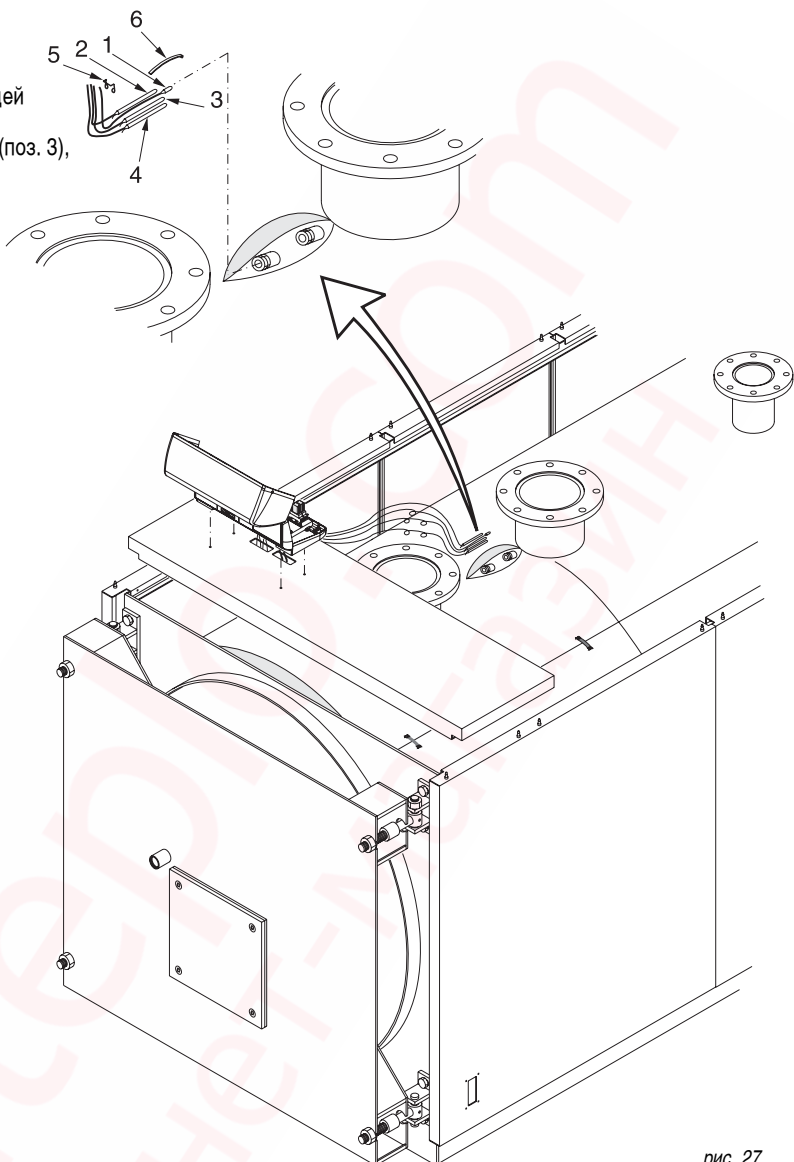

рис. 27
- F) Вставьте датчики приборов в манжеты, как показано на рис. 27 и подключите пульт управления к электропитанию, к горелке, насосам, и т.д. Закройте крышку панели управления.
- F) Вставьте датчики приборов в манжеты, как показано на рис. 27 и подключите пульт управления к электропитанию, к горелке, насосам, и т.д. Закройте крышку панели управления. Проведите кабель горелки через зажимную панель проводов (поз. 5) со стороны его выхода и зафиксируйте кабель при помощи прилагаемого хомута. Зафиксируйте маленькие панели (поз. 5) на боковых панелях обшивки. С обратной стороны котла аккуратно соедините выходящие электрические кабели в связку при помощи прилагаемого зажима.
- Е) Вставьте датчики приборов в манжеты, как показано на рис. 27 и подключите панель управления к электропитанию, к горелке, насосам, и т.д. Закройте крышку панели управления. Проведите кабель горелки через зажимную панель проводов (поз. 7) со стороны его выхода и зафиксируйте кабель при помощи прилагаемого хомута. Зафиксируйте маленькие панели (поз. 7) на боковых панелях обшивки. С обратной стороны котла аккуратно соедините выходящие электрические кабели в связку при помощи прилагаемого зажима.
Произведите установку датчиков в погружную гильзу, расположенную в верхней части котла (см. рис. 27) в следующей последовательности: датчик температуры (поз. 1), термостат рабочей температуры (поз. 2), предохранительный термостат (поз. 3), термостат минимальной температуры (поз. 4). Для улучшения контакта с котлом, рекомендуется опустить датчики на самое дно погружной гильзы. Далее установите дугообразную пружину (поз. 6) и зафиксируйте провода датчиков при помощи пружины (поз. 5).